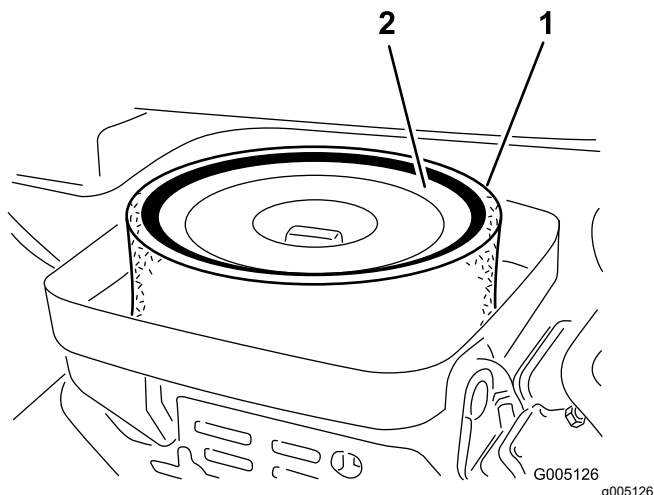

Figura 33
3. Retire a porca de orelhas que fixa os elementos de filtragem ao corpo do filtro de ar (Figura 33).
4. Se o elemento de esponja se encontrar sujo, deverá retirá-lo do elemento de papel (Figura 33). Limpe-o cuidadosamente, da seguinte forma: